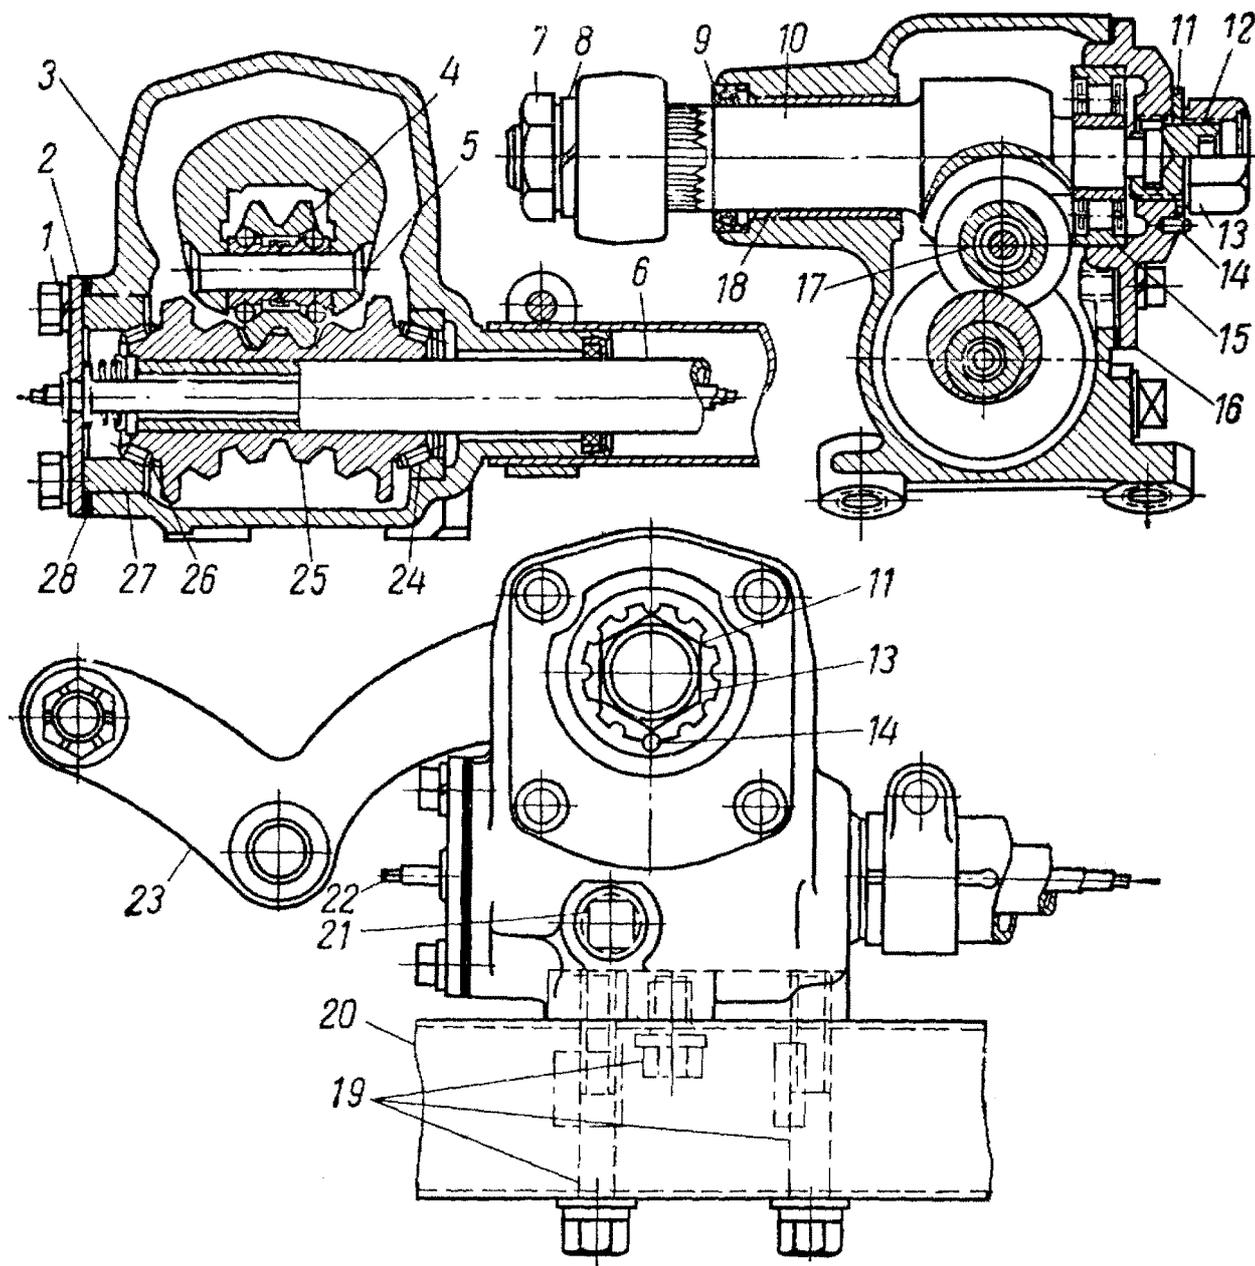

Рис. 158. Рулевой механизм:
**Рулевой механизм.** Рабочая пара рулевого механизма унифицирована со всеми рулевыми механизмами легковых автомобилей Горьковского автозавода и состоит из глобоидального червяка 25 (рис. 158), вращающегося на двух конических роликоподшипниках 24 и 26 и двухгребневого ролика 4, установленного в головке вала сошки 10. Среднее передаточное число рулевого механизма — 18,2. Верхний конец вала сошки опирается на роликоподшипник, установленный в крышке 16, а нижний — на втулку 18, запрессованную в картер. Сошка 23 закреплена на валу с помощью конических шлиц и затянута гайкой 7. Механизм установлен в чугунном картере, закрепленном тремя болтами к продольной балке подрамника.
Из картера рулевого механизма масло сливают через резьбовое отверстие, в которое ввернут нижний (правый по ходу автомобиля) болт крепления передней крышки 2 (см. рис. 158) картера. Для ускорения слива масла нужно вывернуть пробку 21 и слить его теплым (непосредственно после поездки). В случае, если масло загустело и вытекает медленно, необходимо ослабить на несколько оборотов все четыре болта передней крышки и осторожно отделить ее от картера, стараясь не повредить прокладку.
отвернуть стопорную гайку 13 (см. рис. 158) регулировочного винта и сдвинуть стопорную шайбу 11 со стопорного штифта;
При полной разборке рулевого механизма без действительной необходимости не рекомендуется разбирать ролик вала рулевой сошки, снимать червяк с вала, выпрессовывать подшипник из верхней крышки, а также удалять из картера наружное кольцо подшипника 24 (см. рис. 158) и сальник 9. При необходимости замены поврежденного ролика одни из расклепанных концов оси 5 следует высверлить сверлом диаметром 18 мм или обработать бормашиной, а затем выпрессовать ось.
удалить одну тонкую прокладку 28 (см. рис. 158) из-под крышки и туго затянуть болты ее крепления;